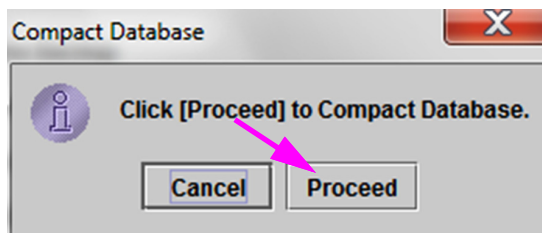

Figura 5-83. Caseta de dialog pentru confirmare Compactare bază de date
2. Faceți clic pe **Continuare (Proceed)** în fereastra Gestionare bază de date (Database Management). Apare caseta de dialog pentru confirmare Compactare bază de date (Compact Database). Consultați Figura 5-83.